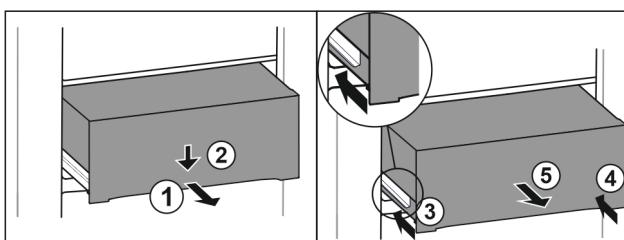

Fig. 111
- Extragăți pe jumătate sertarul. Fig. 111 (1)
- Apăsați în jos sertarul pe partea frontală. Fig. 111 (2)
- Inserați șina stângă aproximativ 2 cm. Fig. 111 (3)
- Inserați șina dreaptă aproximativ 2 cm. Fig. 111 (4)
- Extragăți sertarul spre înapoie. Fig. 111 (5)